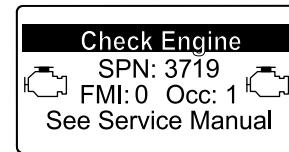

Figura 52
- Si se necesita realizar el proceso de restauración de recuperación, InfoCenter muestra la advertencia del motor SPN 3719, FMI 16 (Figura 52) y la computadora de la máquina reduce la potencia del motor al 85 %.